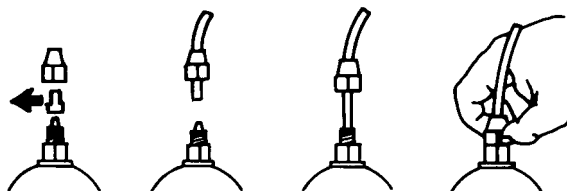

Fig. 7
- e.- Sfilare le due capsule di protezione dai raccordi, inserire fino in fondo i tubetti sui relativi attacchi conici e bloccarli con le apposite ghiere di fissaggio (Fig. 7).